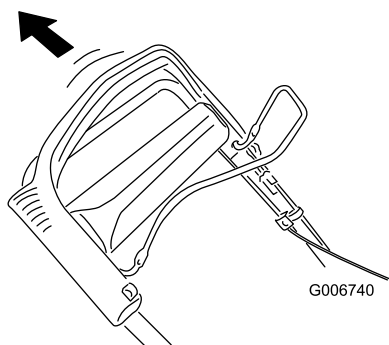

Figure 24
2. Tirez la partie supérieure du guidon aussi loin que possible en arrière (Figure 24).